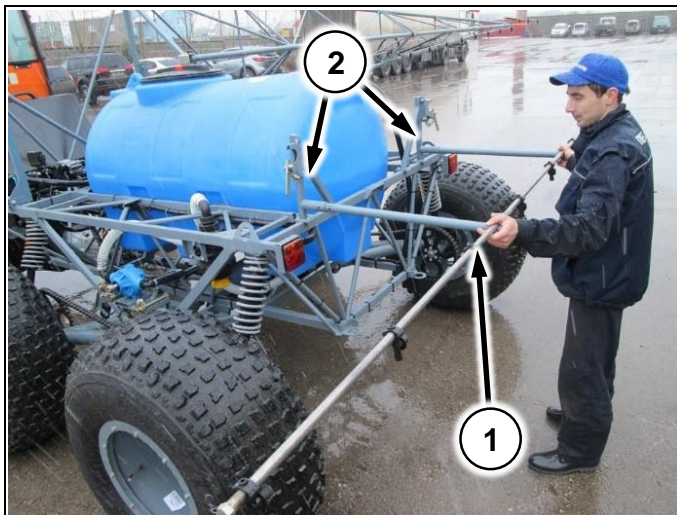

Рис. 106
6. Установить центральный коллектор (Рис. 106/1) в специальные кронштейны на раме (Рис. 106/2)